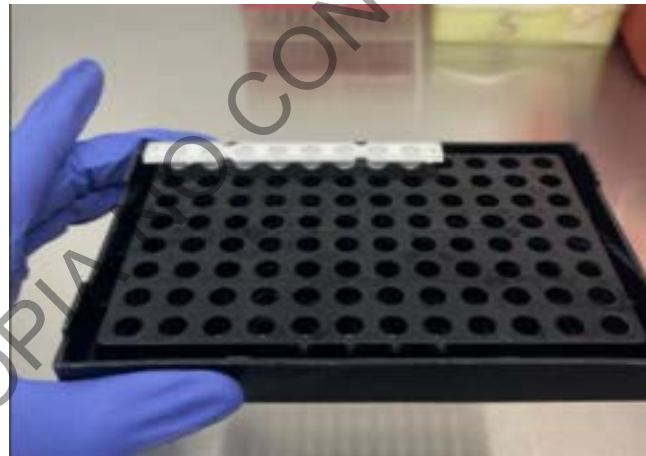

Figura 21. Soporte para placa y tubos de reacción blancos
**7.3.18** Si utiliza la presentación de tubos de reacción blancos en tiras de 8 pocillos, coloque la cantidad de tubos a utilizar en un soporte adecuado para la adecuada manipulación y retire el aluminio protector. Se debe incluir como mínimo un control positivo y un control negativo de PCR. Ver figura 21.